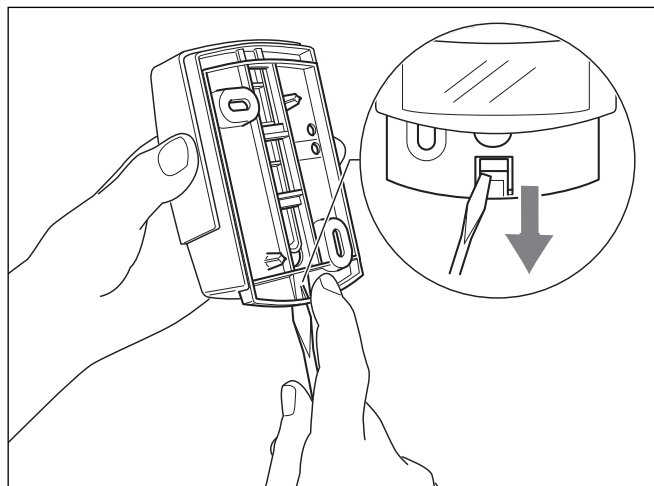

Fig. 4.2 Retrait du support mural
- ⇒ Retirez le support mural de la sonde extérieure (voir fig. 4.2).